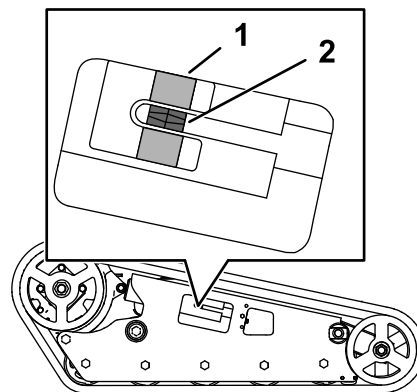

Рисунок 58
Убедитесь, что натяжной блок совмещен с зеленой направляющей на наклейке или что этот блок расположен на расстоянии 1,3 см от задней кромки паза натяжной трубки (Рисунок 58). Если это не так, отрегулируйте натяжение гусеницы, используя следующую процедуру:
4. Используя ключ с храповым механизмом на 1/2 дюйма, поворачивайте натяжной винт против часовой стрелки до совмещения натяжного блока с зеленой направляющей на наклейке или до тех пор, пока он не будет на расстоянии 1,3 см от задней кромки паза натяжной трубки (Рисунок 58).